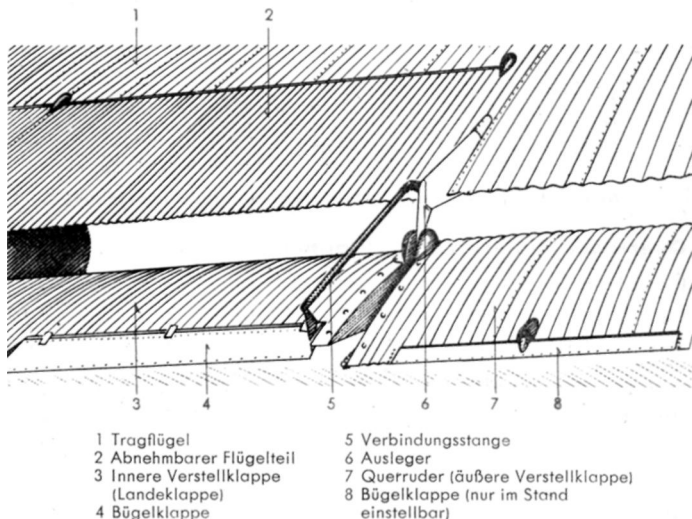

Abb. 5 Bügelklappen, Verstellklappe und Querruder des rechten Tragflügels
An der inneren Verstellklappe [3] (Abb. 5) befindet sich eine im Stand verstellbare Bügelklappe (4). Diese ist durch eine Verbindungsstange (5) mit dem festen Tragflügel (1 bzw. 2) so verbunden, daß beim Ausfahren der Landeklappe (3) (Abflug und Landung) die Bügelklappe (4) zwangsläufig entgegengesetzt ausgeschlagen und daher ihr Einstel-
Die an der Hinterkante des Querruders (Abb. 5) (7) angebrachte, nur im Stand einstellbare Bügelklappe (8) dient zum Ausgleich der Lästigkeit um die Längsachse.